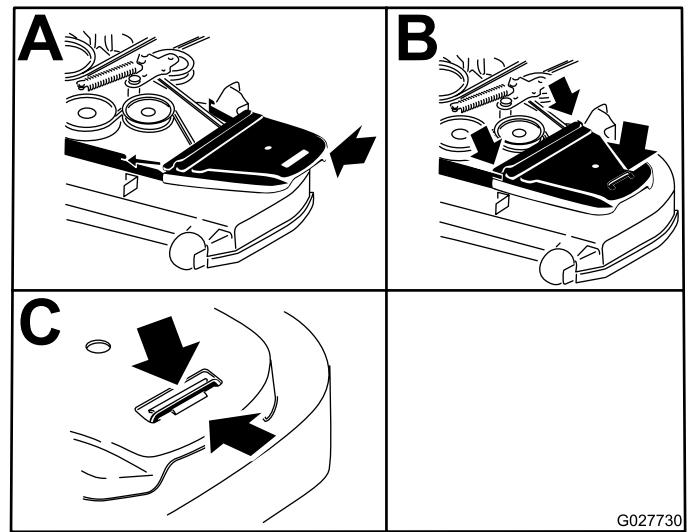

Figure 77
12. Posez les protège-courroies (Figure 77).